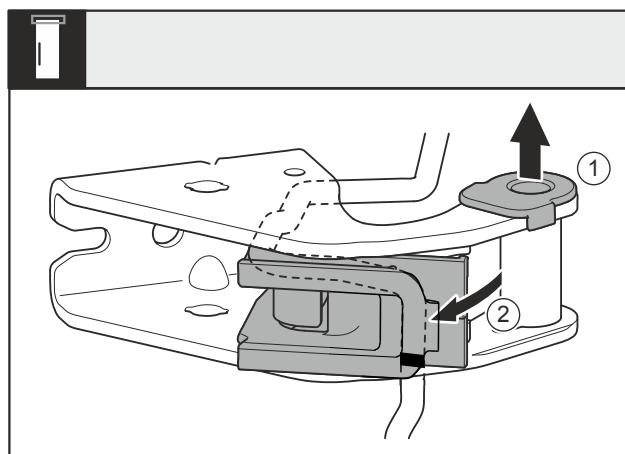

Fig. 25
- Extraiga el casquillo del cojinete Fig. 25 (1) de la guía.
► Gire el portacables Fig. 25 (2) hacia fuera.